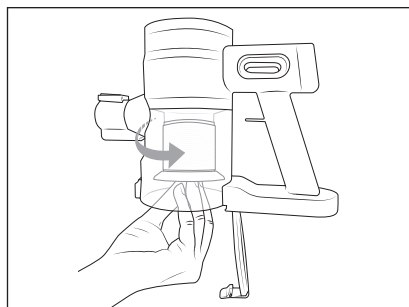

Fig. 15
- 6) Așezați filtrul din oțel inoxidabil **6** și filtrul EPA **5** din nou în recipientul de praf **2** și rotiți filtrul EPA **5** în sens antiorar, până când acesta ajunge în poziție fixă în recipientul de praf **2** (a se vedea fig. 15).